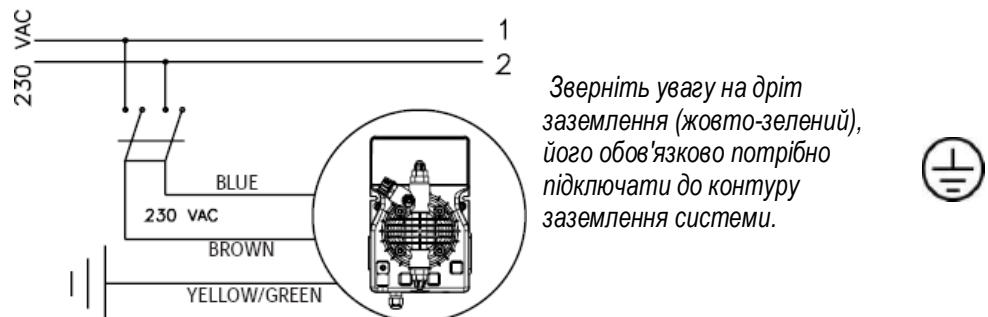

Рис. 4
1. Від'єднати від електричної розетки або вимкнути живлення двополюсним вимикачем з мінімальною відстанню між контактами 3 мм (Рис. 4)
1. Завершити з'єднання від електричної розетки або вимкнути живлення двополюсним вимикачем з мінімальним відстанню між контактами 3 мм (Рис. 4)
b. – Перед початком встановлення ознайомтеся з правилами електрических підключень у вашому регіон. (Рис. 4)